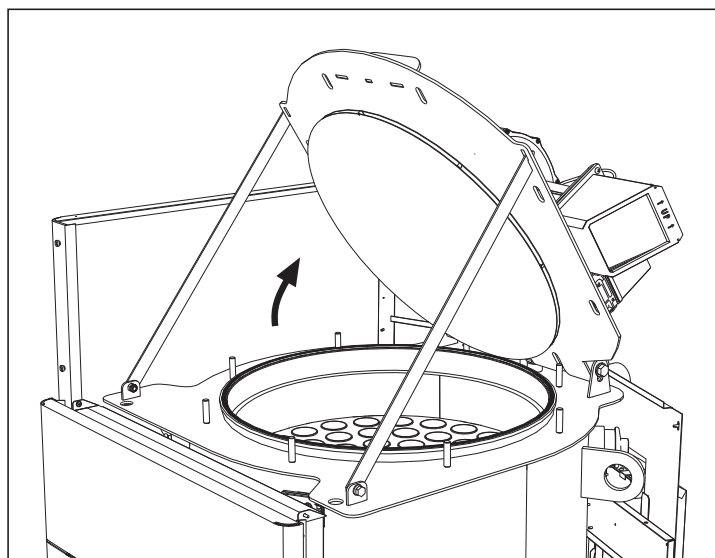

рис. 68
- Откройте дверцу горелки и зафиксируйте ее с помощью опорных кронштейнов (рис. 68).